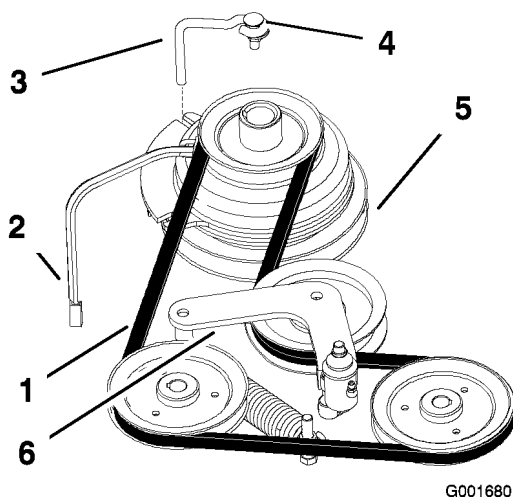

Figura 51
2. Retire el perno del tope del embrague y desconecte el cable eléctrico del embrague (Figura 51).
4. Retire la correa de tracción de las poleas del motor y de la bomba hidráulica (Figura 51).
5. Instale la correa nueva alrededor de las poleas del motor y de la bomba hidráulica (Figura 51).
7. Libere la presión en la polea tensora tensada con muelle (Figura 51).